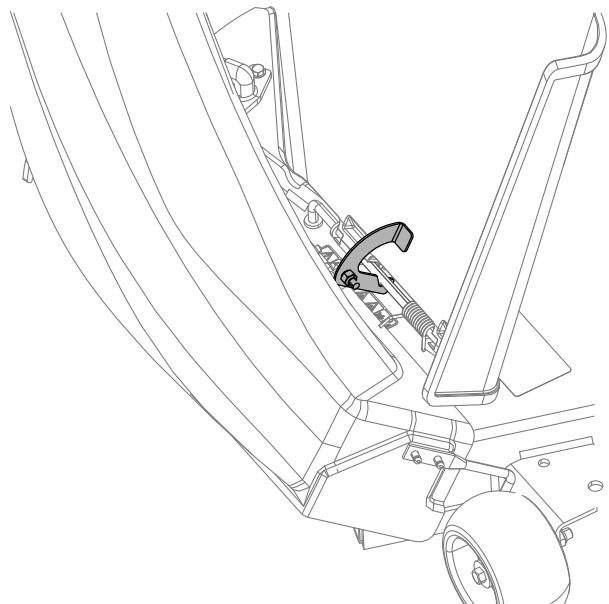
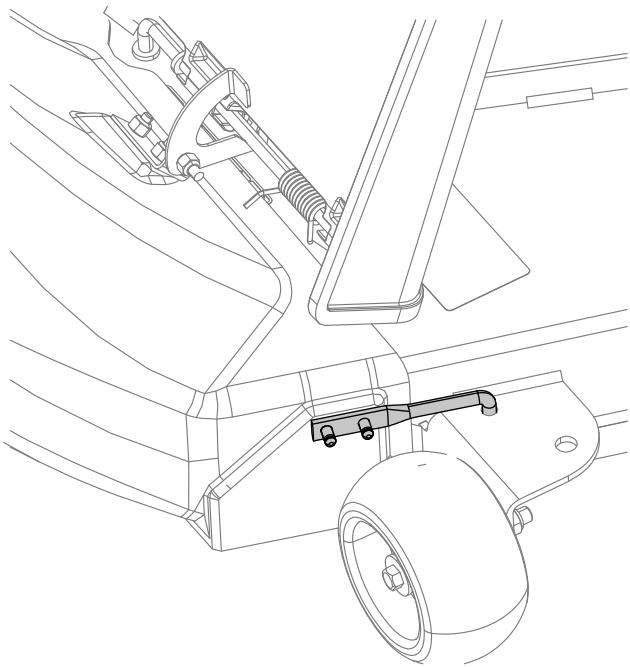

Figura 26
Figura 27
4. Sulla parte superiore del camino di scarico, agganciate il fermo a uncino all'asta di rotazione del gruppo deflettore (Figura 26 e Figura 27).